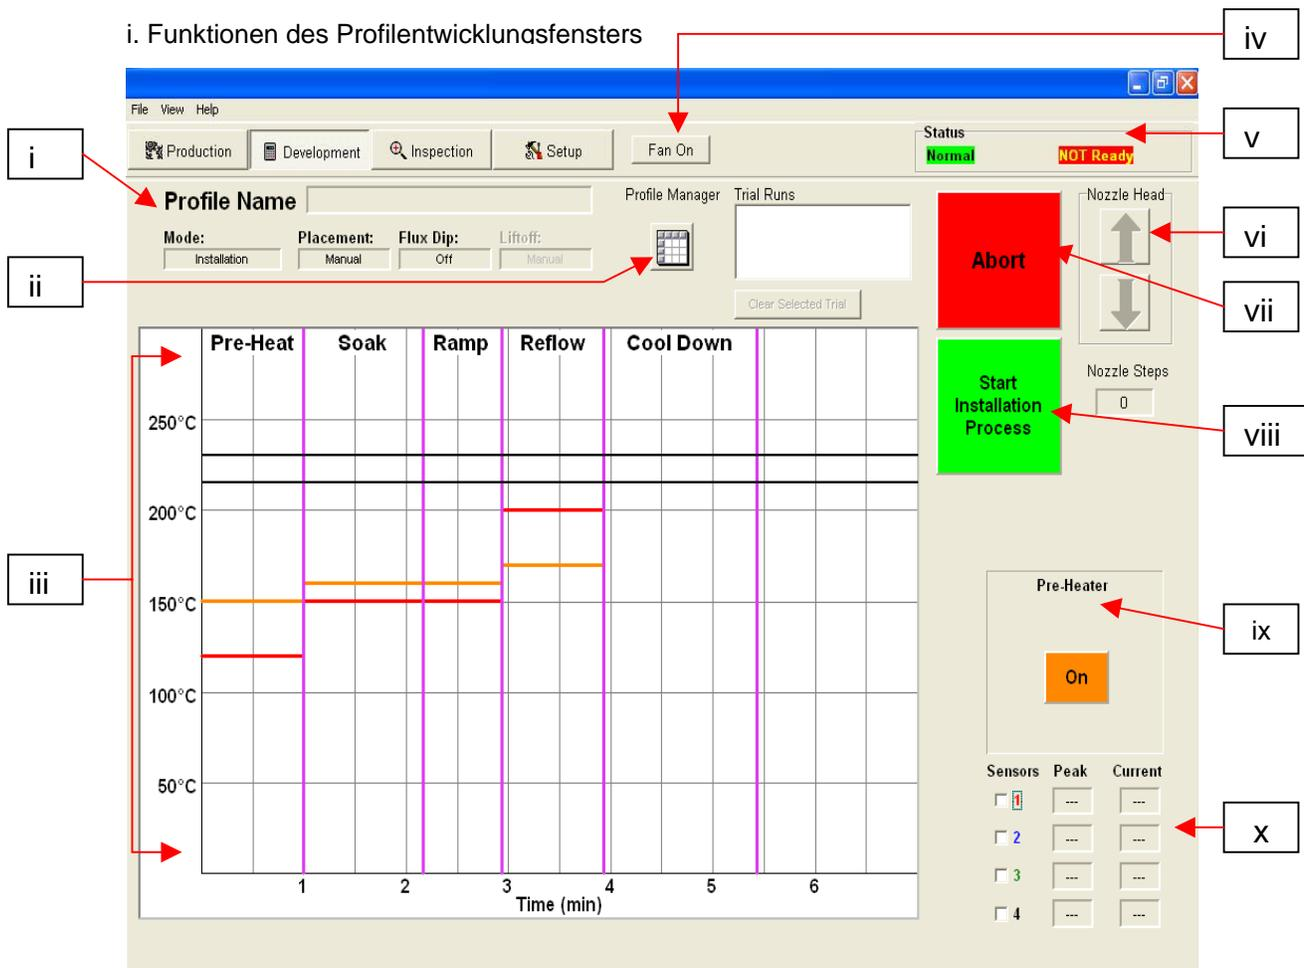

Abbildung 7a
- II. Profilmanger. Hier können vom Entwickler eingegebene Temperatur- und Zeiteinstellungen angezeigt und verwaltet werden (Abbildung 7a).